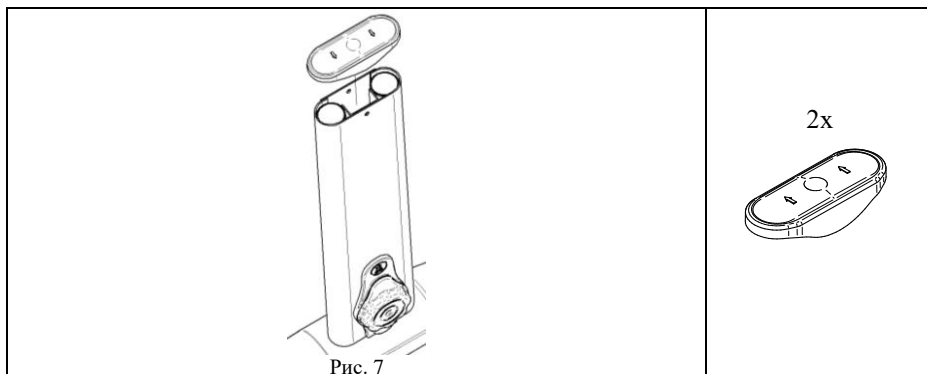

Рис. 7
5.2.2 На кожух левой и правой стойки (поз. 1и2, упаковочное место 2) сверху, надеть до упора крышку кожуха из ДЭП.03 (поз. 1, пакет № 7а), см. рис. 7.